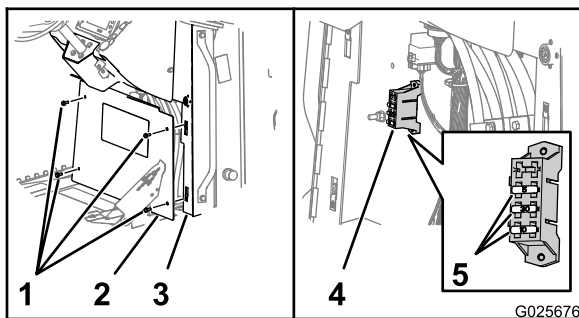

Figura 86
3. Rimuovete i 4 bulloni a testa esagonale flangiata (5/16 x 3/4 poll.) che fissano il coperchio alla console e rimuovete il coperchio (Figura 86).
4. Individuate il fusibile aperto e sostituitelo con un fusibile dello stesso tipo e amperaggio (Figura 86).
6. Allineate il foro sul coperchio con i fermi dei dadi sulle flange della console (Figura 86).